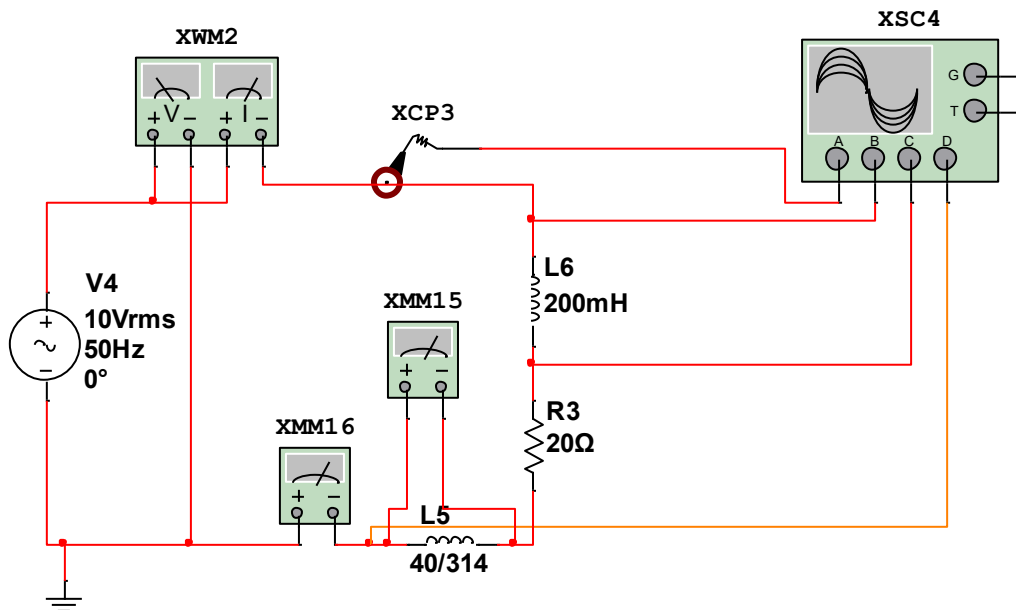

Рисунок 4.1 – Схема послідовного R–L кола
1. Зібрати послідовне коло R–L рис.4.1.